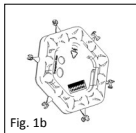

Fig. 1b
■ **Fig. 1b/6** Le sagome riportate sul retro del disco sizer (Fig. 1b) mostrano la misura minima dell'innesto in grado di rivestire la membrana timpanica (Fig. 6).